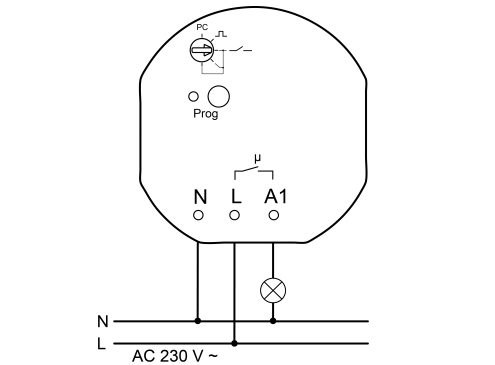

Figure 2: Exemple de raccordement de l'actionneur de commutation/à poussoir radio
- Raccorder la charge selon l'exemple de raccordement (figure 2).